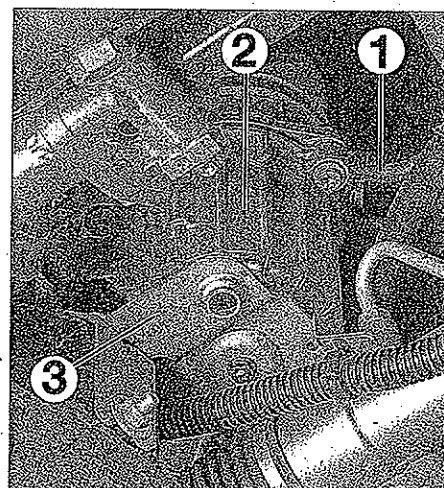

FIG. 14
- Desenroscar el racor de las tuberías de aceite (1) del grupo hidráulico (2) (fig. 14).